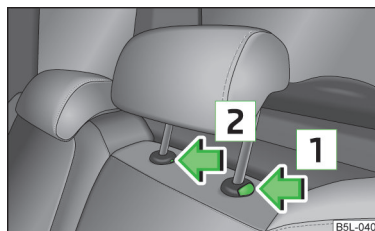

Fig. 49
- Premere il tasto di sicurezza nella direzione  » fig. 49 indicata dalla freccia e contemporaneamente, utilizzando un cacciavite piatto con una larghezza max di 5 mm, premere la sicurezza nell'apertura  ed estrarre il poggiatesta.